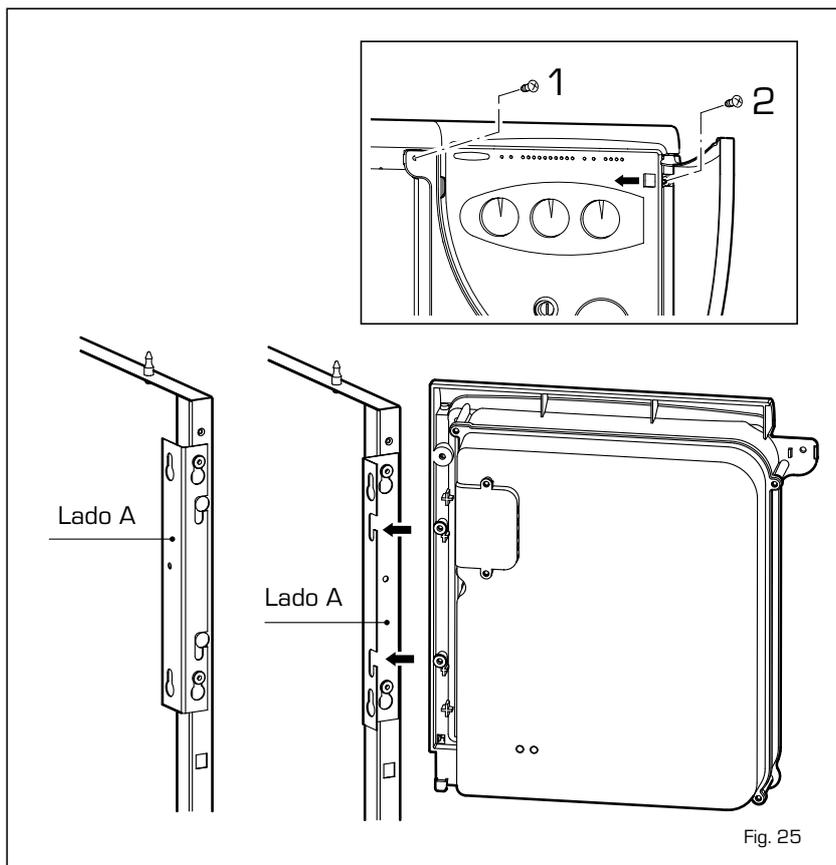

Fig. 25
4.6.1 Desmontaje tapa envolvente de caldera y panel de mandos (fig. 25)